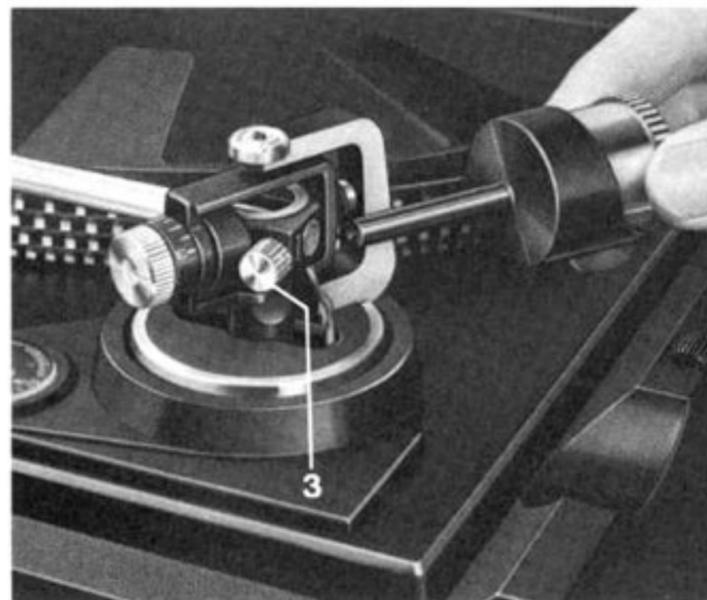

Fig. 2
Nun setzen Sie den Plattenteller unmittelbar auf die Motorachse. Nehmen Sie bitte das Tonarm-Balancegewicht aus dem Styroporeinsatz und stecken Sie den Dorn des Balancegewichtes, nach Lösen der Feststellschraube (3), in die dafür vorgesehene Öffnung am hinteren Ende des Tonarmes. Die dreikantförmige Aussparung am Dorn muß dabei nach unten zeigen (Fig. 2). Das Ausbalancieren sowie das jetzt erforderlich werdende Einstellen von Auflagekraft und Antiskating ist ausführlich beschrieben auf der Seite 10.